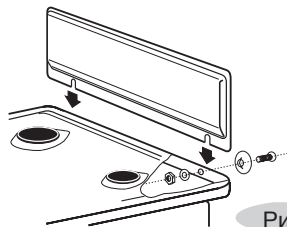

Рис.12
- Перед установкой плиты закрепите щиток (рис.12).